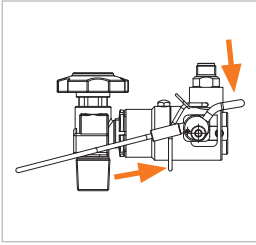

Abbildung 14
- ▶ Klappen Sie die Betätigungsbügel (Pos. 6) nach unten und ziehen Sie gleichzeitig an der Arretierung (Pos. 8) (*Abbildung 14*). Das flexible Drahtseil klappt nach oben und die Spannzangen öffnen sich.